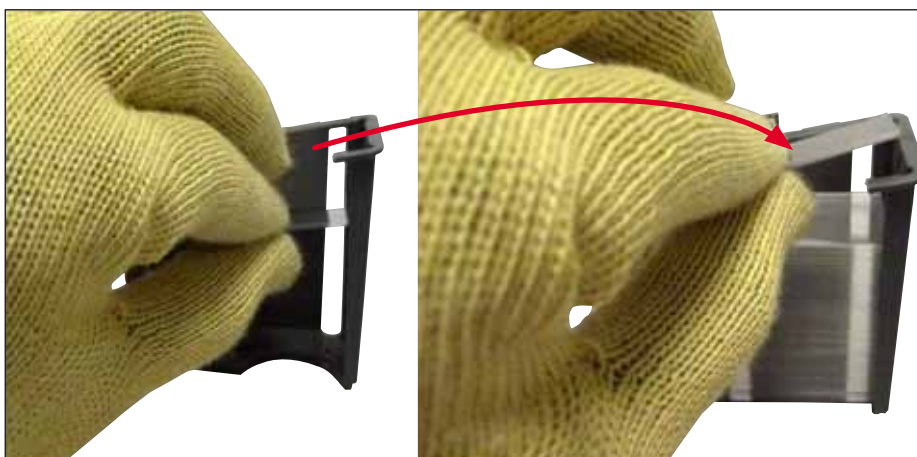

Fig. 64
- Asigurați-vă că lamelele sunt introduse corect în încărcător (→ Fig. 64).